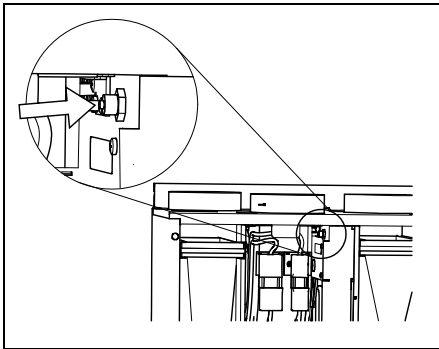

Fig.9
- b) Prüfen Sie, ob der Brandschutzthermostat ausgelöst hat. Wenn ja drücken Sie Taste im Gerät (**Fig. 9**).